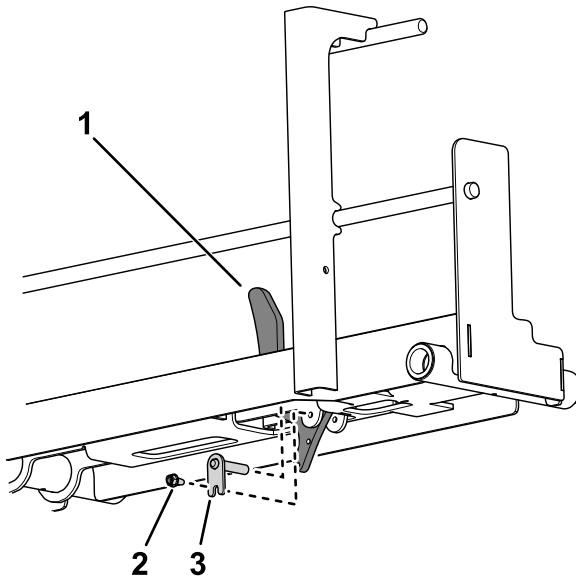

Figura 12
4. Utilizzate un perno a bandiera e una vite a testa esagonale per fissare il fermo della ruota al gruppo rampa (Figura 12).